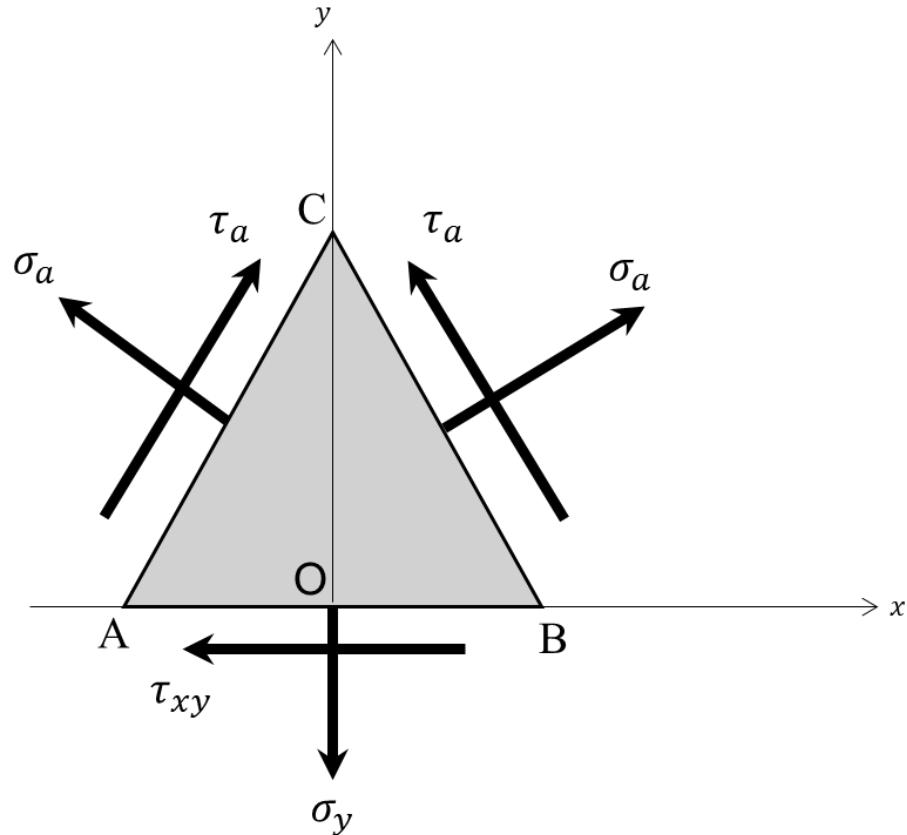

Fig.1 微小弾性体の応力状態
- [1] 板厚が十分に薄い弾性体である正三角形ABCが、図1のような応力状態にある。このとき、以下の問い合わせに答えよ。ただし、正三角形の一辺の長さを a 、z軸方向厚さを単位長さとする。